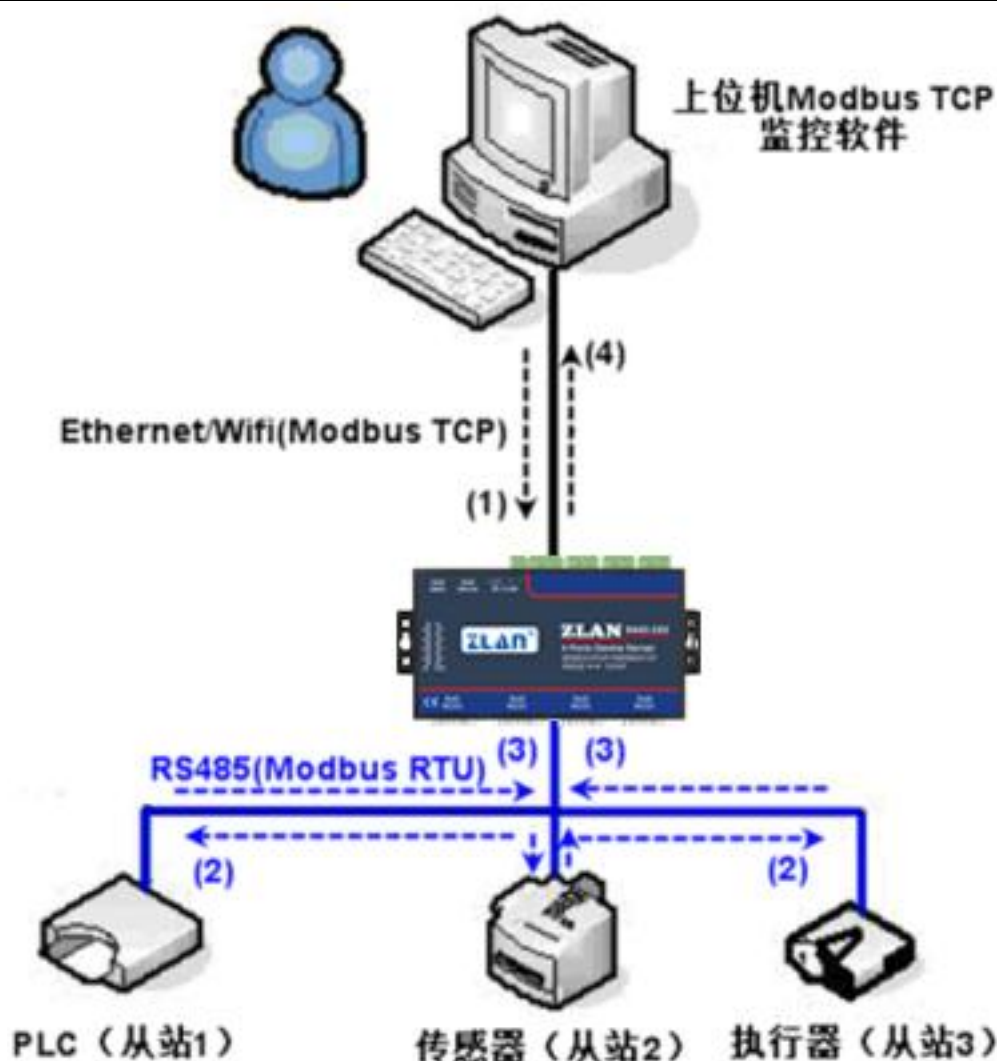

图 28 存储型 Modbus 网关工作方式
如图 28 所示：普通的 Modbus TCP 数据流方向为 (1) → (2) → (3) → (4)。即先将 Modbus TCP 指令转化为 Modbus RTU 的对应指令，然后设备应答 Modbus RTU 指令给 Modbus 网关，然后 Modbus 网关再次转化为 Modbus TCP 发送给监控上位机。